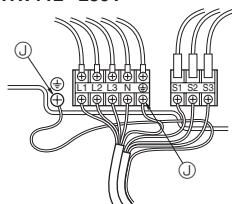

Fig. 7-2
7.1. Unità esterna (Fig. 7-1, Fig. 7-2)
- Posizionare i cavi secondo la Fig. 7-1 e la Fig. 7-2.